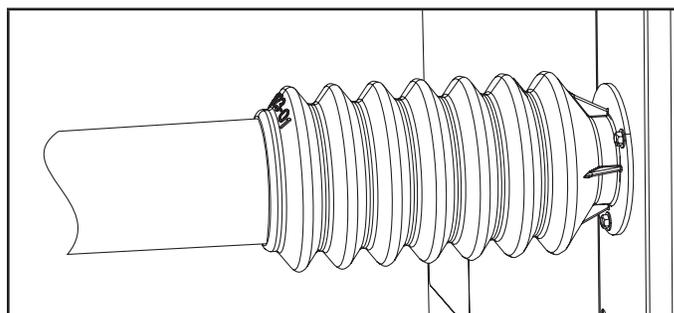

FIGURA 7. Coloque espuma Armaflex sobre el extremo del manguito y la abrazadera
- 4 - Coloque un trozo de espuma Armaflex adquirida en el sitio sobre la abrazadera de banda y el extremo del manguito de acople para evitar que transpire (consulte la figura 7).